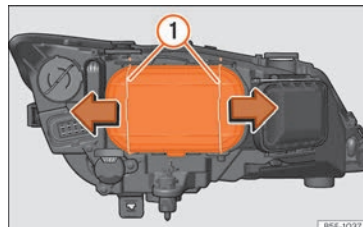

Abb. 106 Abblendlicht
- Verschieben Sie die Streben » **Abb. 106** ① in Pfeilrichtung und nehmen Sie den Deckel ab.